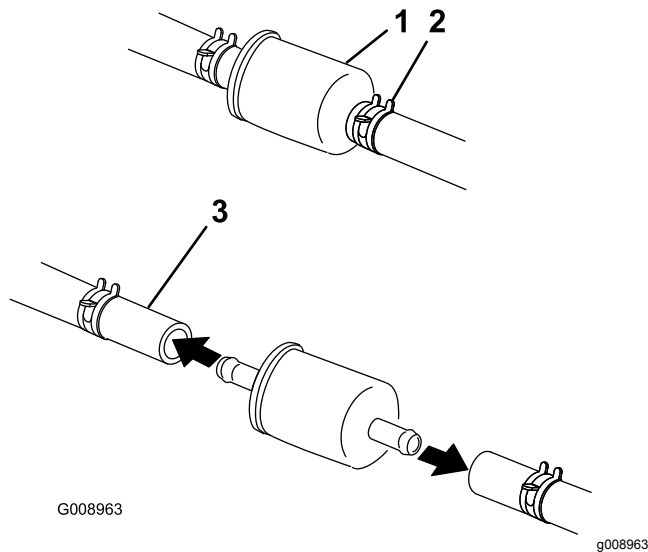

図 42
4. 古いフィルタのクランプをゆるめて脇に寄せる (**図 42**)。